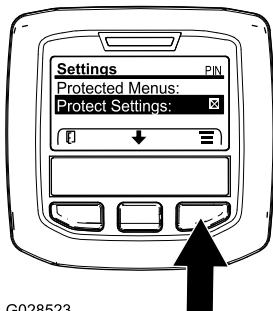

Bild 28
1. Greifen Sie auf die geschützten Menüs zu und entsperren Sie das Untermenü „geschützte Einstellungen“ (Bild 28), siehe Zugreifen auf die geschützten Menüs \(Seite 17\).